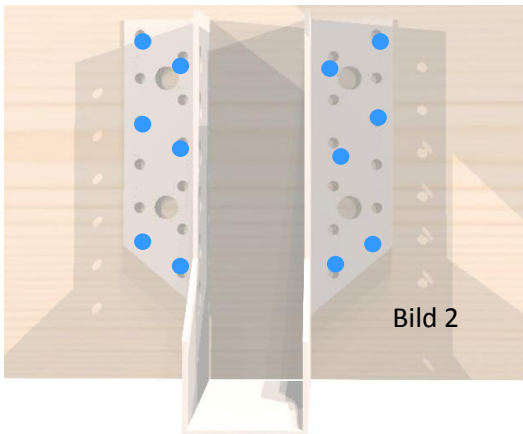

Bild 2
2. Skruva balkskon med ankarskruv enligt (bild 2) **Tips!** Lägg en regel 45x170 i balkskon och kontrollerar så regelns ovkant hamnar i samma höjd som långsidans regel.